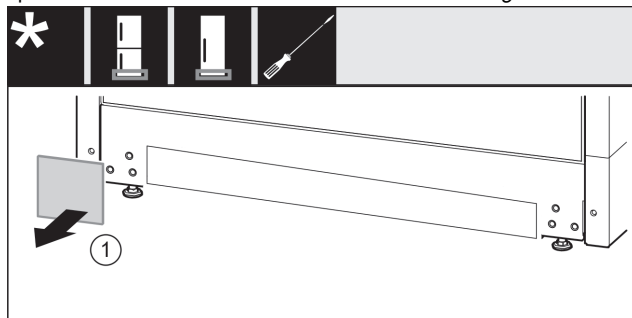

Fig. 15
- ▶ Retire la cubierta. Fig. 15 (1)